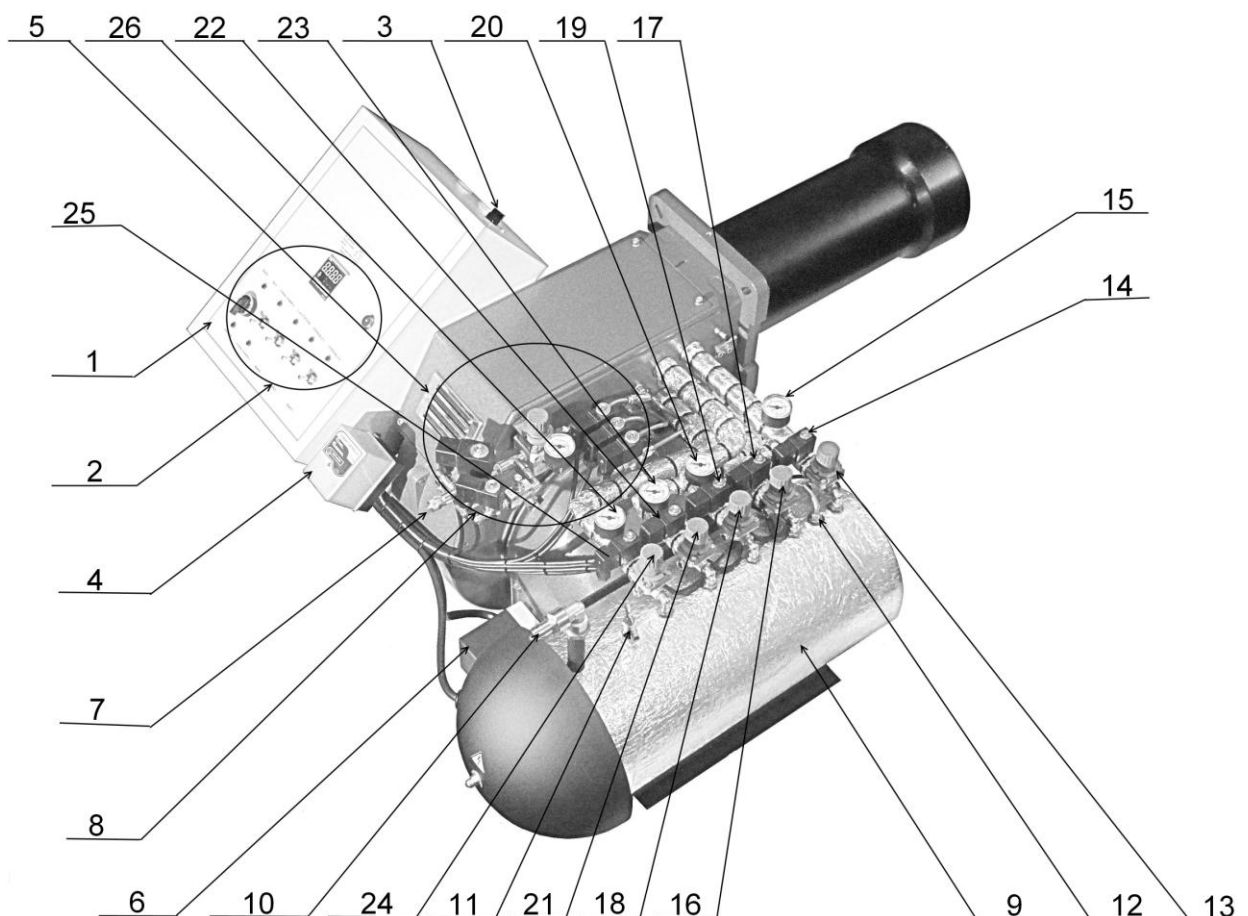
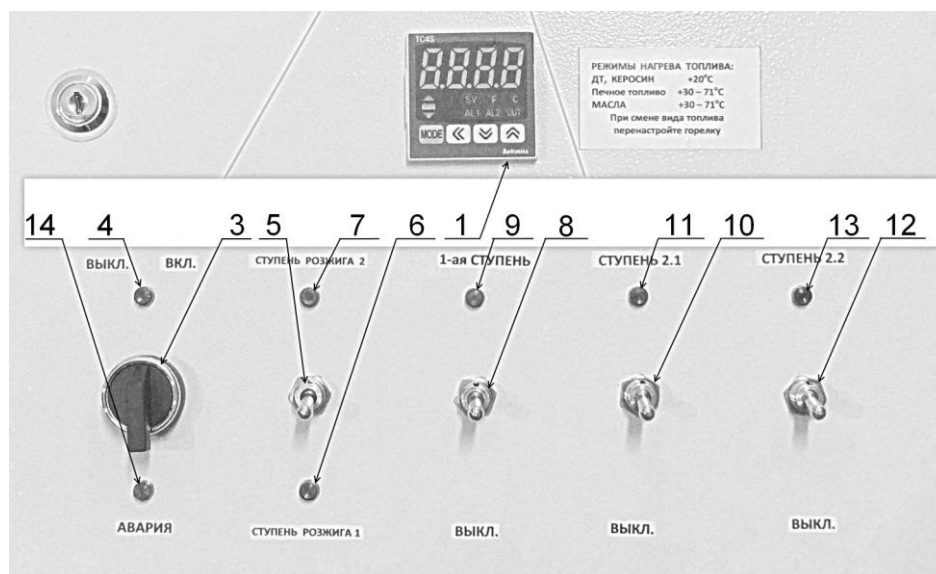
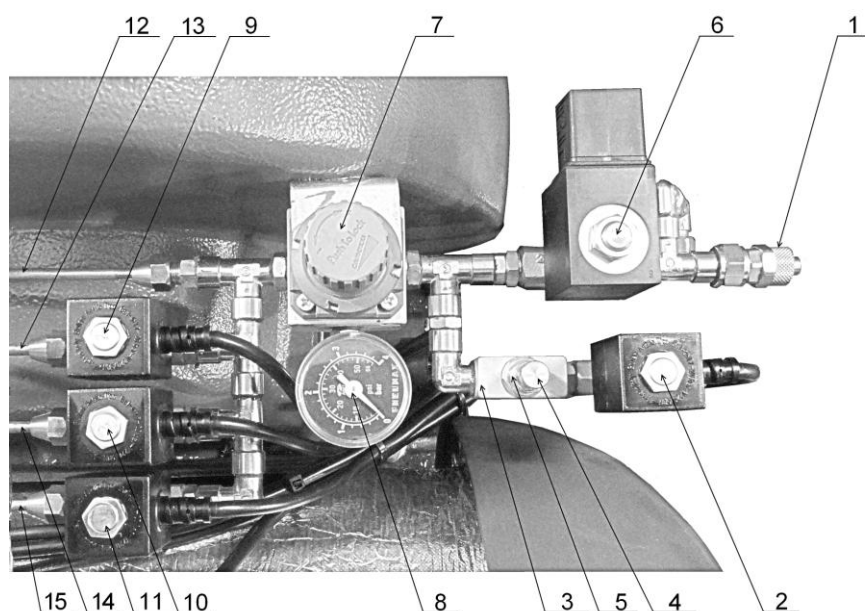
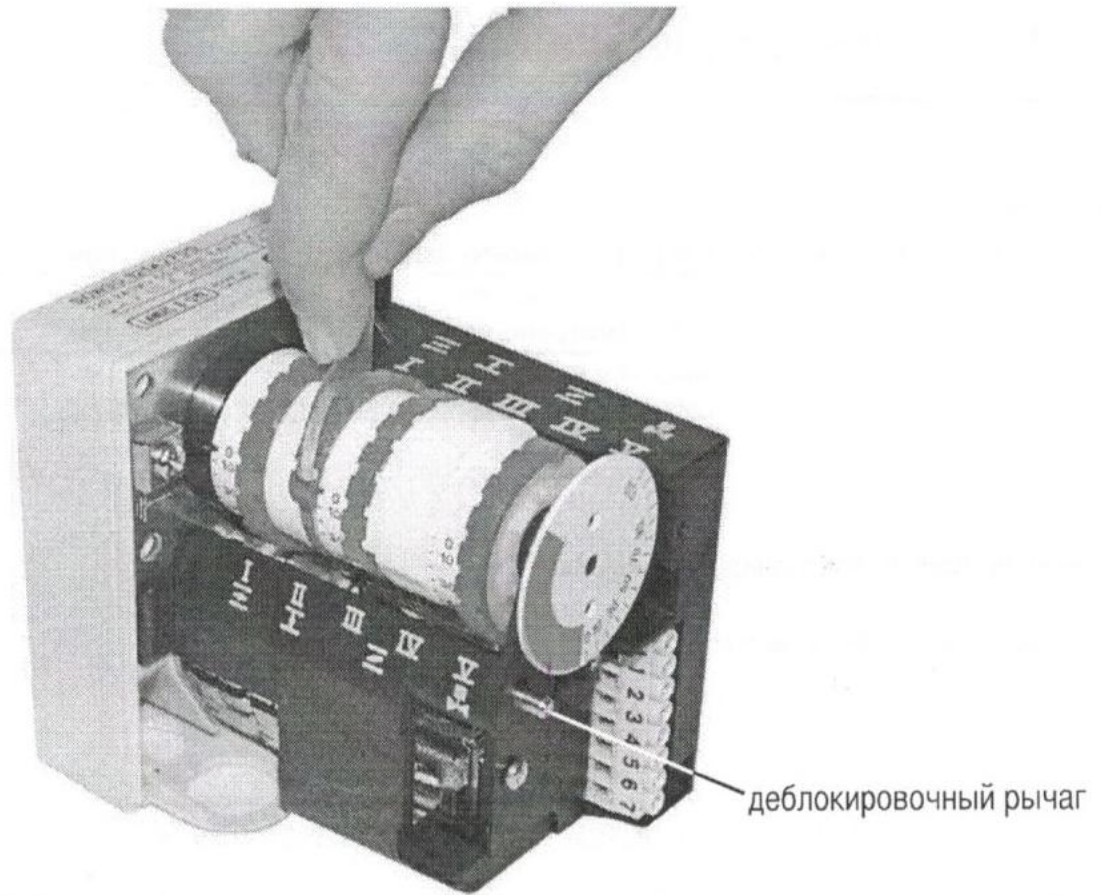

Рис.6. Органы управления и узлы контроля параметров Горелки.
Рис.7. Компоненты управления на электрическом шкафе.
Рис. 11. Блок регулирования первичного воздуха (от компрессора).
Рис. 12. Регулировка вторичного воздуха. Электропривод воздушной заслонки двухступенчатой Горелки.
8. Блок регулирования первичного воздуха (от компрессора) Рис.12
Температурный контроллер используется для точного поддержания оптимальной температуры от 20 до 71 °С топлива в подогревателе топлива (Рис. 7, поз. 9) и подачи команды запуска Горелки на топочный автомат AL1 гаснет при достижении температуры масла 6 °С менее заданной.
Установите электрический переключатель (Рис. 7, поз. 5) в положение вниз ступень розжига 1, переключатели (Рис. 7, поз. 8,10,12) в положение вниз. Установите давление топлива ступени розжига 1 изначально в пределах от 0,05 до 0,4 бар с помощью регулятора давления топлива ступени розжига (Рис. 6, поз. 13), давление контролируйте по манометру (Рис. 6, поз. 15).
Установите электрический переключатель (Рис. 7, поз. 5) в положение вверх ступень розжига 2, переключатель (Рис. 7, поз. 8,10,12) в положение вниз, установите давление топлива с помощью регулятора давления ступени розжига 2 (Рис.6 поз.16) от 0,2 до 0,8 бар, давление контролируйте по манометру (Рис. 6, поз. 15), после чего ступень розжига заработает на полную мощность. Выставьте параметры первичного и вторичного воздуха. Рекомендации даны ниже.
Установите электрический переключатель (Рис. 7, поз. 8) в положение 1-ая ступень (вверх) переключатели (Рис. 7, поз. 10,12) в положение вниз. Установите давление топлива 1-ой ступени в пределах от 0,2 до 0,8 бар с помощью регулятора давления топлива первой ступени (Рис. 6, поз. 18), давление контролируйте по манометру (Рис. 6, поз. 20), выставьте параметры первичного и вторичного воздуха. Рекомендации даны ниже.
Установите электрический переключатель (Рис. 7, поз. 10) в положение ступень 2.1 вверх переключатель (Рис. 7, поз. 12) в положение вниз. Установите давление топлива ступени 2.1 от 0,2 до 0,8 бар с помощью регулятора давления топлива второй ступени (Рис. 7, поз. 21), контролируйте давление по манометру (Рис. 7, поз. 23), выставьте параметры первичного и вторичного воздуха рекомендации даны ниже.
Установите электрический переключатель (Рис. 7 поз. 12) в положение ступень 2.2 вверх.
Установите давление топлива ступени 2.2 от 0,2 до 0,8 бар с помощью регулятора давления топлива ступени 2.2 (Рис. 7, поз. 24), контролируйте давление по манометру (Рис. 7, поз. 26), выставьте параметры первичного и вторичного воздуха рекомендации даны ниже.
Первичный воздух поступает от компрессора по магистрали (Рис. 11 поз.1) , проходит через электромагнитный клапан дросселя (рис.11 поз.2), дроссель (Рис.11 поз.3) и далее с малым давлением на форсунку ступени розжига, давление контролируется по манометру (Рис. 11 поз.8).
Через 7 секунд, открывается основной электромагнитный клапан первой ступени (Рис.11 поз.6), первичный воздух проходит через регулятор давления (Рис.11 поз.7) и контролируется по манометру (Рис.11 поз.8) и далее на форсунку первой ступени.
Для изменения регулировки давления воздуха поднять верхнюю крышку регулятора давления (рис.11 поз.7) до щелчка, для уменьшения давления воздуха поворачивать против часовой
стрелки, для увеличения по часовой. Оптимальное рабочее давления 1,8-3,0 бар, контролируемое по манометру (Рис. 11 поз.8). После регулировки давления опустить верхнюю крышку до щелчка.
Затем вместе с электромагнитным топливным клапаном первой ступени открывается электромагнитный воздушный клапан первой ступени (Рис.11 поз.9) и первичный воздух идет на форсунку первой ступени.
Далее вместе с электромагнитным топливным клапаном ступени 2.1 открывается электромагнитный воздушный клапан ступени 2.1 (Рис.11 поз.10) и первичный воздух идет на форсунку ступени 2.1.
Далее вместе с электромагнитным топливным клапаном ступени 2.2 открывается электромагнитный воздушный клапан ступени 2.2 (Рис.11 поз.10) и первичный воздух идет на форсунку ступени 2.2.
Установите электрический переключатель (Рис. 7, поз. 5) в положение ступень розжига 1 (вниз) переключатель (Рис. 7, поз. 8,10,12) в положение ступень розжига вниз (выкл.). Установите давление топлива ступени розжига 1 в пределах от 0,05 до 0,4 бар с помощью регулятора давления топлива ступени розжига 1 (Рис.6, поз. 13), давление контролируйте по манометру (Рис. 6, поз. 15), выставьте параметры первичного воздуха (Рис.11 , поз. 3,7) и контролируйте по манометру (Рис. 11, поз. 8) давление для AL-120V, AL-120T 1,8-3,0 бар.
Установите электрический переключатель (Рис. 7, поз. 5) в положение ступень розжига 2 (вверх). Установите давление топлива ступени розжига 2 в пределах от 0,2 до 0,8 бар , с помощью регулятора давления топлива ступени розжига 2 (Рис.6, поз. 16), давление контролируйте по манометру (Рис. 6, поз. 15), выставьте параметры первичного воздуха (Рис.11 , поз. 3,7) и контролируйте по манометру (Рис. 11, поз. 8) давление для AL-120V, AL-120T 1,8-3,0 бар.
Снимите защитный кожух с привода воздушной заслонки (Рис. 6, поз. 6). II-й рычаг положения воздушной заслонки ступени розжига (Рис.12 поз. I) должен быть положение 0-10. Положение 0 соответствует полностью закрытой заслонке. (Рис.12)
Установите электрический переключатель (Рис. 7, поз. 8) в положение первая ступень (вверх). Установите давление топлива первой ступени в пределах от 0,2 до 0,8 бар с помощью регулятора давления топлива первой ступени (Рис. 6, поз. 18), давление контролируйте по манометру (Рис. 6, поз. 20). Выставьте параметры первичного воздуха (Рис.11 , поз. 7) и контролируйте по манометру (Рис. 7, поз. 8) давление для AL-120V, AL-120T 1,8-3,0 бар. Установите рычаг III (Рис.12 поз. III) положения воздушной заслонки первой ступени 5-60 гр. (Рис.12). Открытие(закрытие ) клапана 1-ой ступени происходит автоматически .
Установите электрический переключатель (Рис. 7, поз. 10) в положение ступень 2.1 (вверх). Установите давление топлива второй ступени в пределах от 0,2 до 0,8 бар с помощью регулятора давления топлива второй ступени (Рис. 6, поз. 21), давление контролируйте по манометру (Рис. 6, поз. 23).
Установите электрический переключатель (Рис. 7, поз. 12) в положение ступень 2.2(вверх). Установите давление топлива второй ступени в пределах от 0,2 до 0,8 бар с помощью регулятора давления топлива второй ступени (Рис. 6, поз. 24), давление контролируйте по манометру (Рис. 6, поз. 26).
Выставьте параметры первичного воздуха (Рис.11 , поз. 7) и контролируйте по манометру (Рис. 11, поз. 8) давление для AL-120V, AL-120T 1,8-3,0 бар. Установите рычаг I (Рис.12 поз. I) положение 40-90 гр. Это положение воздушной заслонки второй ступени. Кулачек V (Рис.12 поз. V) открытие(закрытие ) клапана 2-ой ступени, должен находиться между кулачком I и III . (Рис.12)
Если воздушная заслонка провернулась в обратную сторону, то для возврата в начальное положение (Рис.12 ) нажмите деблокировочный рычаг и установите закрыто положение в ручную.
#### 3.4.7 Индикатор АВАРИЯ (Рис.7 поз.14)
Для предотвращения данной ситуации в огневой трубе установлен температурный датчик, отключающий горелку при достижении температуры 110 °С, при этом светится индикатор АВАРИЯ (Рис.7 поз.14).
воздушной заслонки ступени розжига (Рис.12 поз.II) должен быть положение 0-10 гр. Перемещение рычага I осуществляется его смещением (Рис.12). Положение 0 соответствует закрытой заслонке. Запустите Горелку п. 3.5. Горелка должна запускаться на ступени розжига без хлопков.
Возьмите отбор проб на сажное число, если сажное число менее 1, необходимо уменьшить подачу вторичного воздуха, перемещая синий рычаг влево, если больше - вправо (Рис. 12). Оптимальное значение сажного числа 1-3.
Установите электрический переключатель (Рис. 7, поз. 8) в положение первая ступень (вверх). Установите давление топлива первой ступени в пределах от 0,2 до 1,0 бар с помощью регулятора давления топлива первой ступени (Рис. 6, поз. 18), давление контролируйте по манометру (Рис. 6, поз. 20). Выставьте параметры первичного воздуха (Рис.11 , поз. 7) и контролируйте по манометру (Рис. 11, поз. 8) давление для AL-120V, AL-120T 1,8-3,5 бар. Установите рычаг III положения воздушной заслонки первой ступени (Рис.12 поз.III) на 5-60. Автоматическое открытие(закрытие ) клапана 1-ой ступени обеспечивает плавный переход со ступени розжига на первую ступень.
Возьмите отбор проб, если содержание CO2 в отходящих газах отличается от 11-13% проведите регулировку вторичного воздуха (Рис. 12).
Возьмите отбор проб на сажное число, если сажное число менее 1, необходимо уменьшить подачу вторичного воздуха, перемещая рычаг III , если больше - увеличить. (Рис. 12). Оптимальное значение сажного числа 1-3.